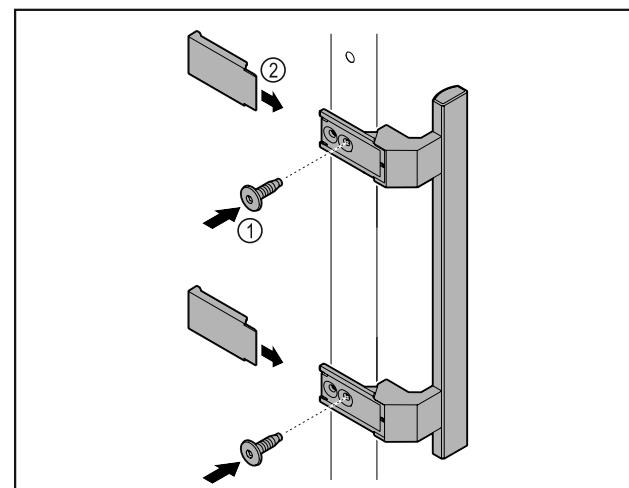

Fig. 7
- 用随附的螺钉 Fig. 7 (1) 将附件包中的把手安装到门上。
► 安放盖板 Fig. 7 (2)。